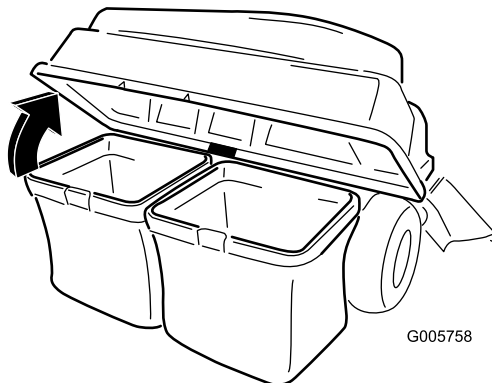

Figura 32
4. Sollevate il cofano del sistema di raccolta (Figura 32).